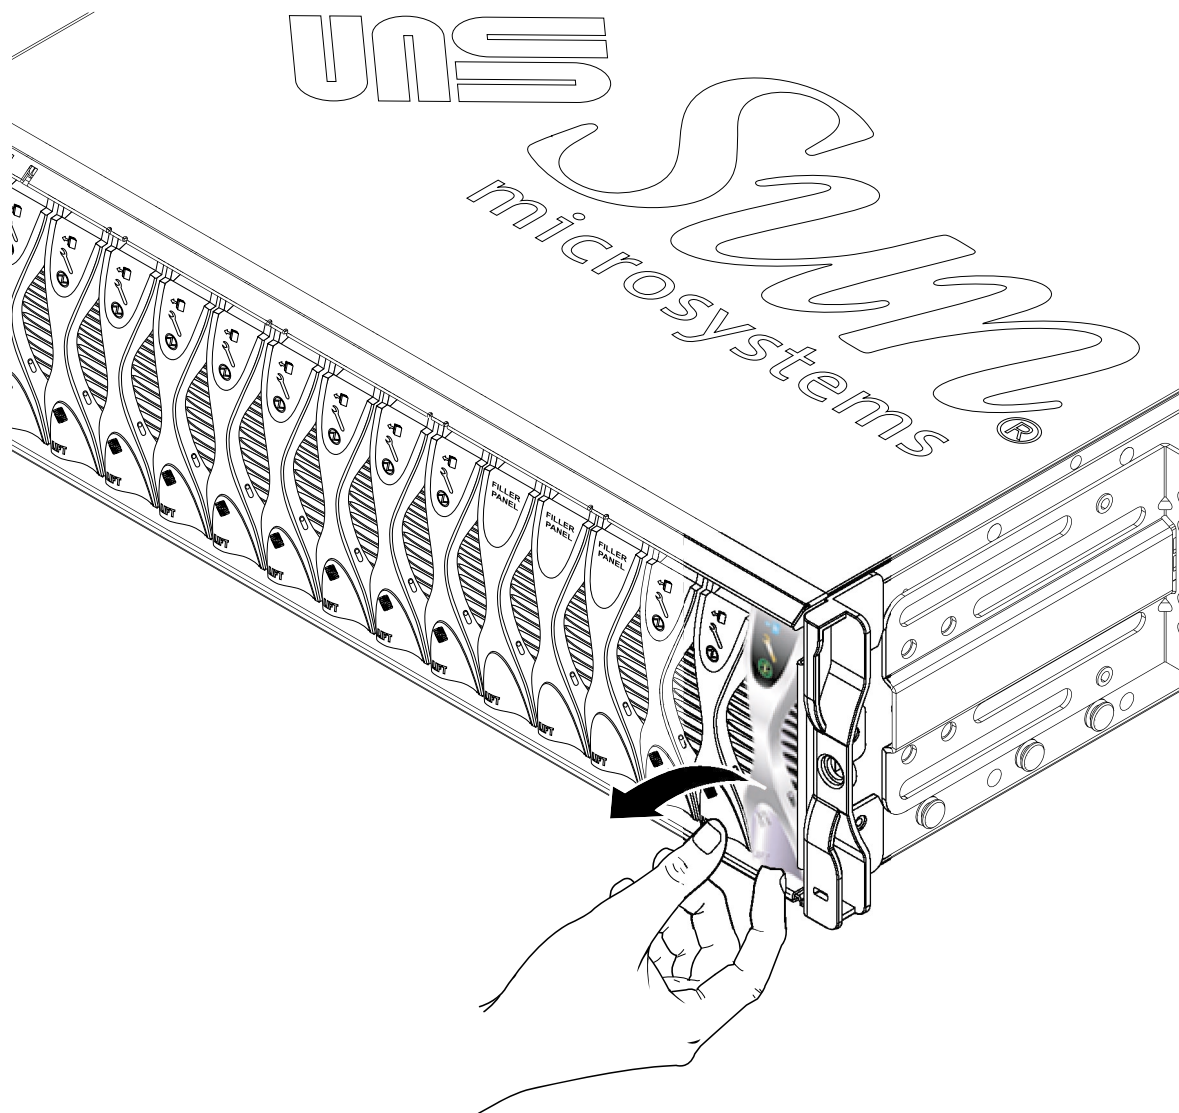

図 12-1 ブレードのロックの解除
2. ブレードレバーの正面の底部にある引き出し用のくぼみに指を入れて、ゆっくり引いてロックを外します (図 12-1)。